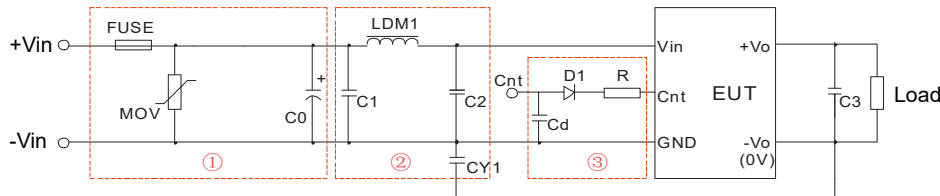

图3
辐射骚扰	CISPR32/EN55032 CLASS B (推荐电路见图3-②)
- ①图3中第①部分用于EMS测试;第②部分用于EMI滤波,可依据需求选择;
- ②Vc为Ctrl端相对于输入地GND的电压, V_D为D1的正向导通压降, I_c为流入Ctrl端的电流,一般取5-10mA, Cnt端外围电路如图3-③;
- ③若图中元器件无附其参数说明,则此型号外围中不需要这个元器件。